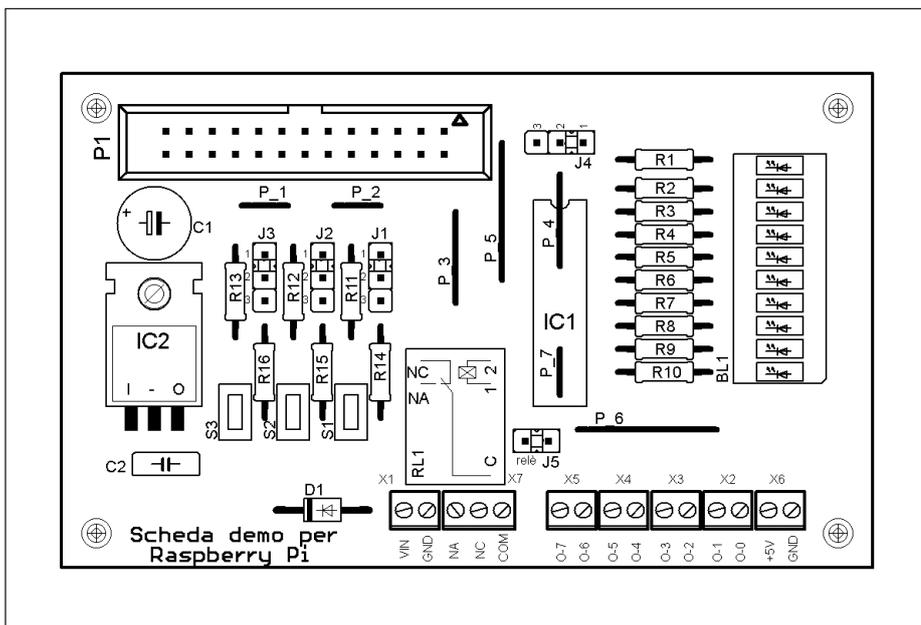

Figura 23: piano di montaggio dei componenti.
• punta da 3,5 mm per fori di fissaggio stampato e integrato regolatore. Quindi si disporranno e salderanno i componenti seguendo lo schema riportato nella **figura 23**.